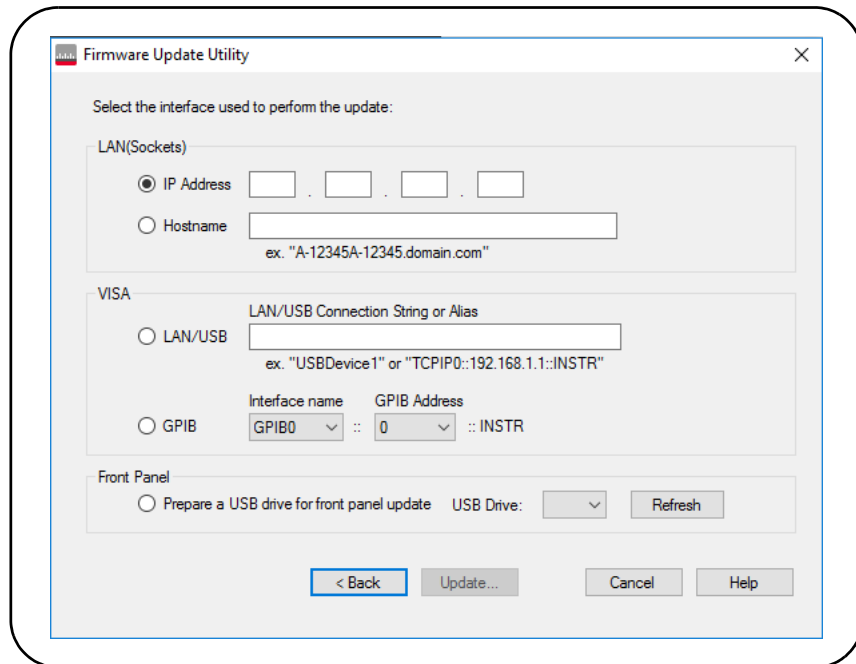

Рисунок 2-10 Указание адреса или имени хоста
- 3 Введите IP-адрес или имя хоста, настроенные для частотомера (Рисунок 2-10). Выберите «Update» (Обновить), чтобы начать процесс обновления.